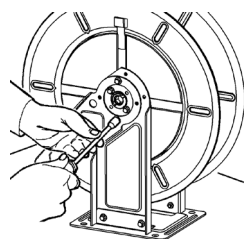

FIG 3
3. On spring side, loosen the two screws of the spring linkage shaft by a 10 mm wrench. Fig.3.
3. På fjädersidan lösgörs de två skruvarna som håller styrullearmen. Använd en 10 mm fast nyckel. Fig.3.
- On spring side, loosen the two screws of the spring linkage shaft by a 10 mm wrench. Fig. 3.
- På fjädersidan lösgörs de två skruvarna som håller styrrullearmen. Använd en 10 mm fast nyckel. Fig. 3.